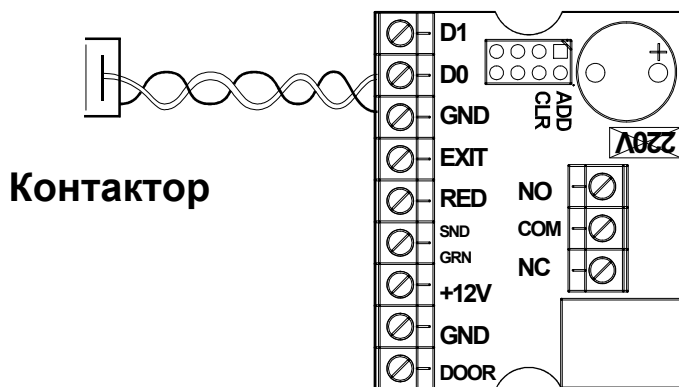

Рис. 5 Подключение контактора
**Для считывания памяти контроллера в ключ DS1996L необходимо подключение к считывателю контактора ключей iButton (Dallas Touch Memory) (см. рис.5).**
Для записи информации из ключа DS1996L в память контроллера Z-5R (мод. Wiegand) необходимо подключение контактора ключей iButton (Dallas Touch Memory) (см. рис.5).